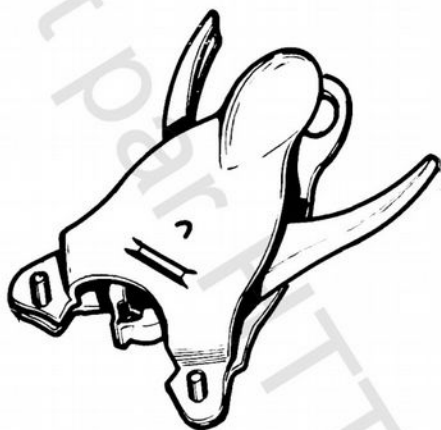

Fig. 35
- Avant de procéder à la remise en place des segments (fig. 35), il est indispensable de nettoyer sans les déformer, les gorges du piston. Se servir, pour cela, d'un morceau de segment. Vérifier le jeu à la coupe des segments qui doit être de 3/10 de mm maximum. Pour cela introduire les segments dans le cylindre et contrôler le jeu à l'aide d'une jauge.